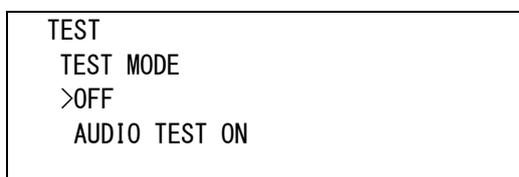

図4-85 テストモードメニュー(TEST MODE例)
- 1) TEST メニューで「TEST MODE[TSMD]」を選択し、**ENTER** ボタンを押すと図 4-85 のような設定メニューが表示されます。
(58) AUDIO CONFIG